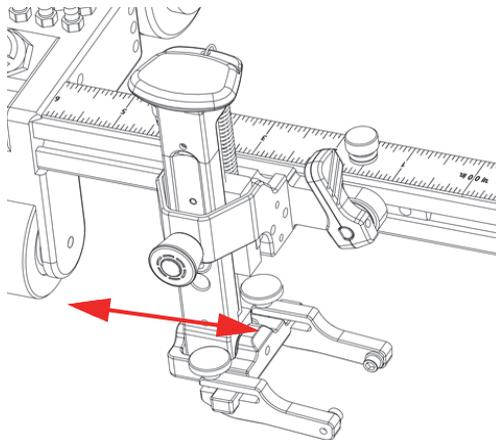

Figura 2-15 Scorrimento del supporto della sonda
2. Fare scorrere il supporto della sonda nella posizione desiderata (Figura 2-15 a pagina 46).